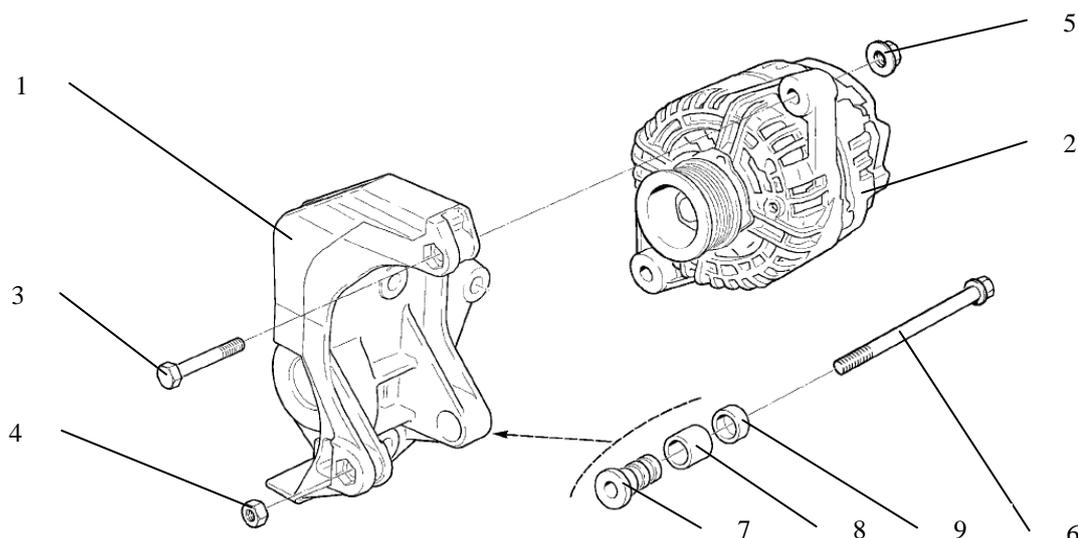

Рисунок 2. Установка генератора:
3.5.2 Отсоединить от генератора 2 электропровода (головка сменная 13, вороток и удлинитель), рис. 2.
3.5.4 Ослабить болт 6 (головка сменная 13, вороток и удлинитель), рис. 2.
3.5.5 Отвернуть гайку 5 крепления генератора к кронштейну 1 и извлечь болт 3, (ключ гаечный 13 ГОСТ 2839-80), рис. 2. Снять генератор.
3.5.12 Установку генератора произвести в порядке обратном снятию, при этом заменив гайку 4, рис. 2, винтом натяжителя из комплекта поставки. Момент затяжки болта крепления генератора 6 58,3-72 Нм (6,0-7,4 кгс·м), гайки 5 32,2-51,9 Нм (3,3-5,5 кгс·м) (ключ гаечный 22 ГОСТ 2839-80, головка сменная 13, вороток, ключ динамометрический 02.7812-4013), рис. 2.